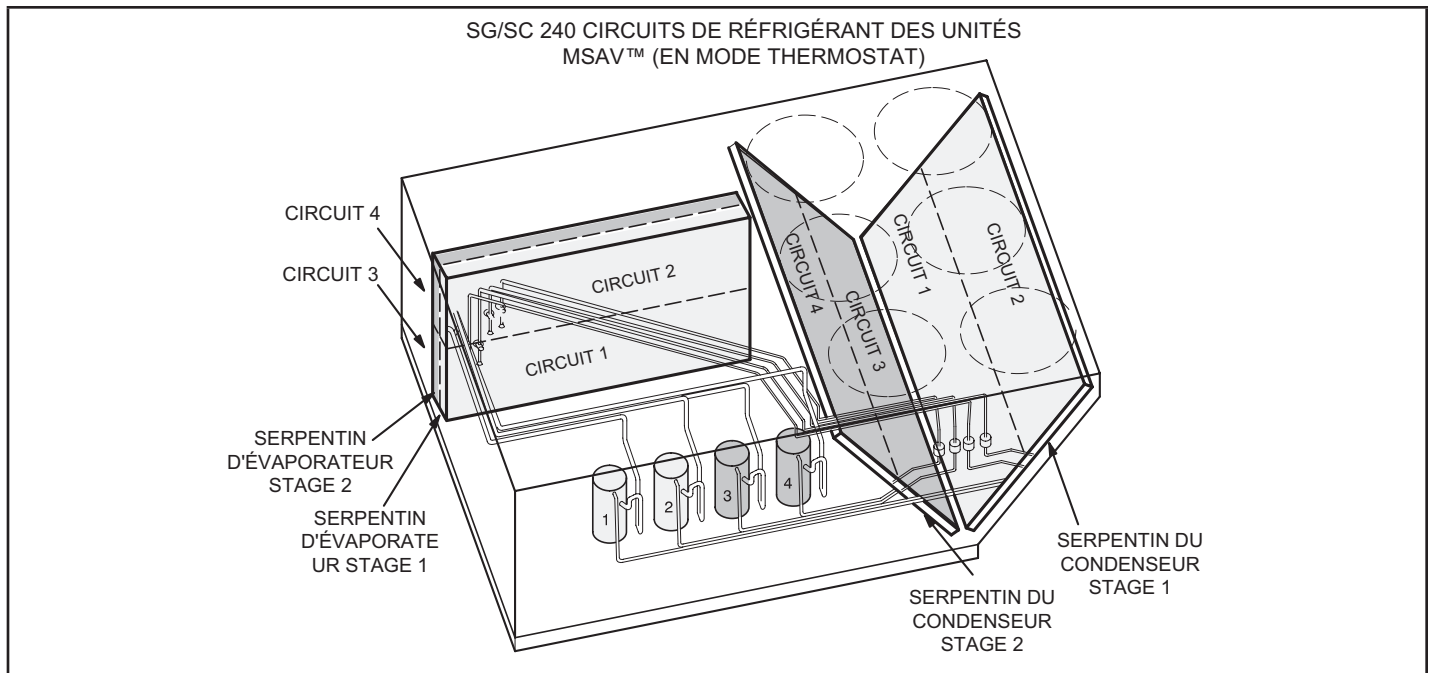

FIGURE 35
- 5 - Les unités SG/SC 240 contiennent quatre circuits ou systèmes réfrigérants. Les circuits de réfrigérant 1 et 2 des serpentins de l'évaporateur et du condenseur constituent le stage 1 de la climatisation en mode thermostat. Les circuits de réfrigérant 3 et 4 de l'évaporateur et du condensat constituent le stage 2 de la climatisation en mode thermostat. Reportez-vous à la FIGURE 35.